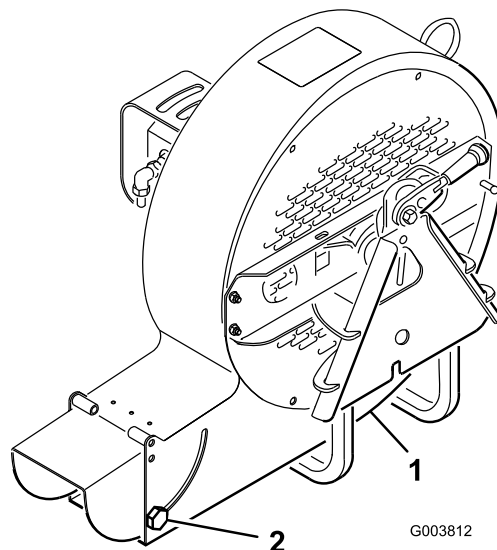

Figura 5
El orificio de descarga (Figura 5) puede ajustarse para aumentar o reducir la velocidad de salida de aire y el caudal. Reduzca el tamaño del orificio de descarga para aumentar la velocidad. Aumente el tamaño del orificio de descarga para reducir la velocidad.
1. Afloje los tornillos de montaje del deflector del orificio de descarga (Figura 5).